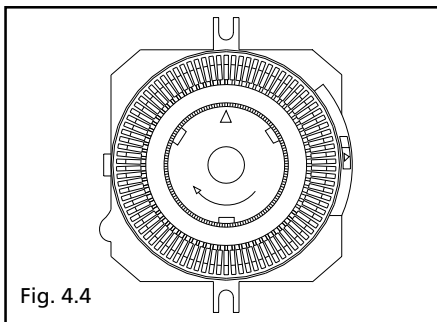

Fig. 4.4
Nel caso in cui sia stato montato un orologio programmatore è necessario che sia in posizione "acceso" (fig. 4.4).
- Lampeggiante veloce con visualizzazione breve, ingresso/uscita funzione S.A.R.A. (Sistema Automatico Regolazione Ambiente). Posizionando il selettore temperatura acqua riscaldamento nella zona contrassegnata con colore nero - valore di temperatura da 55 a 65°C - (fig. 4.4) si attiva il sistema di autoregolazione S.A.R.A.: la caldaia varia la temperatura di mandata in funzione del segnale di chiusura del termostato ambiente.